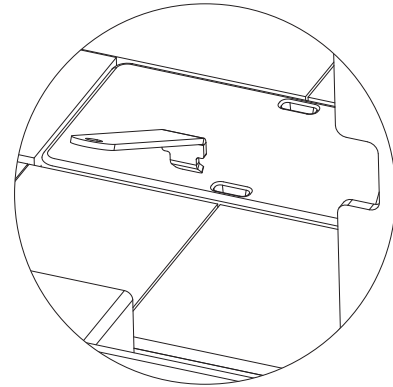

Figure 17.2
- a. Videz les cendres à travers le canal du système d'élimination des cendres et vers le tiroir placé dessous (**Figure 17.2**).